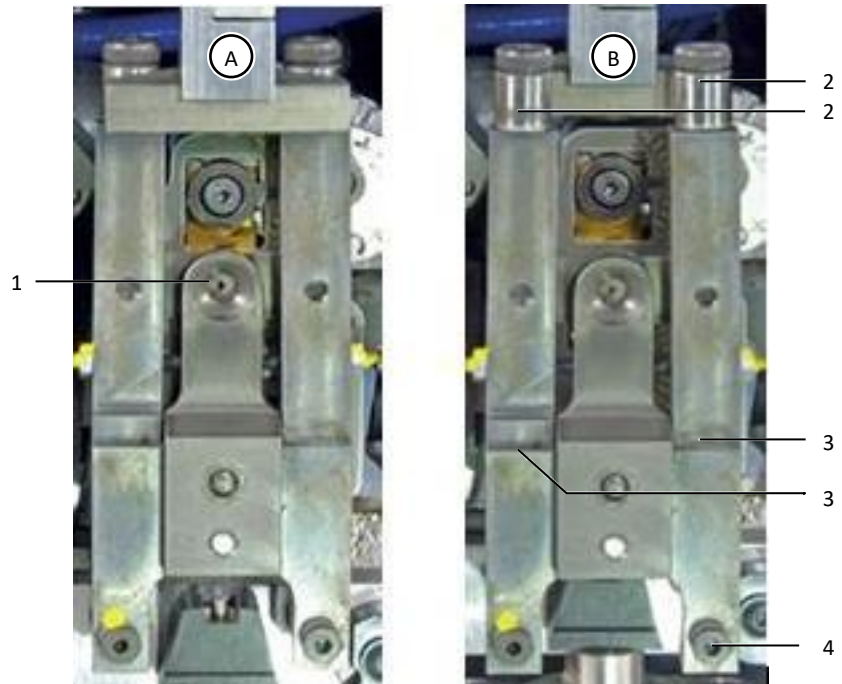

图 23: 绞线固定单元处于运行位置 (A) 和被向前拉之后 (B)
- 用刷子清洁送入料斗 (图 23, 项号 1)。
- 将绞线固定单元向前拉 (图 23, 项号 B)。
- 检查滑轮 (图 23, 项号 2) 是否灵活。
- 为绞线固定单元的支点 (图 23, 项号 3) 涂油。
- 确保绞线固定单元处于前部位置（图 23，项号 B）。
- 移除绞线固定单元（图 23）的右下方螺栓。